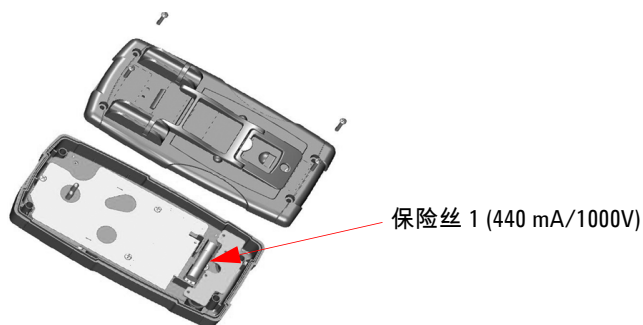

图 4-10 更换保险丝 1
- 3 通过撬松保险丝的一端，使其离开保险丝支架，轻轻取下已损坏的保险丝，请参阅图 4-10。